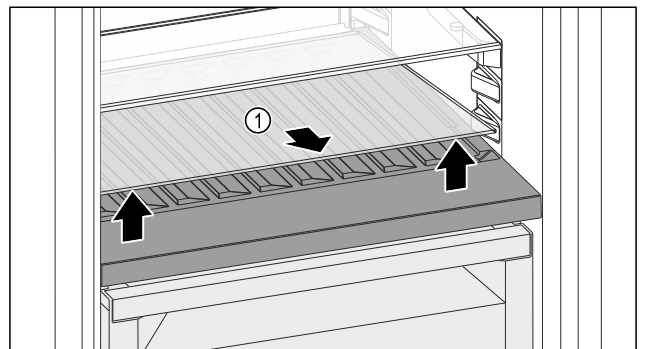

Fig. 144
- ▶ Soulever la plaque de verre Fig. 144 (1) au niveau de l'évidement avant et la retirer.
- ▶ Entreposer la plaque de verre Fig. 144 (1) dans un endroit sûr hors de l'appareil.